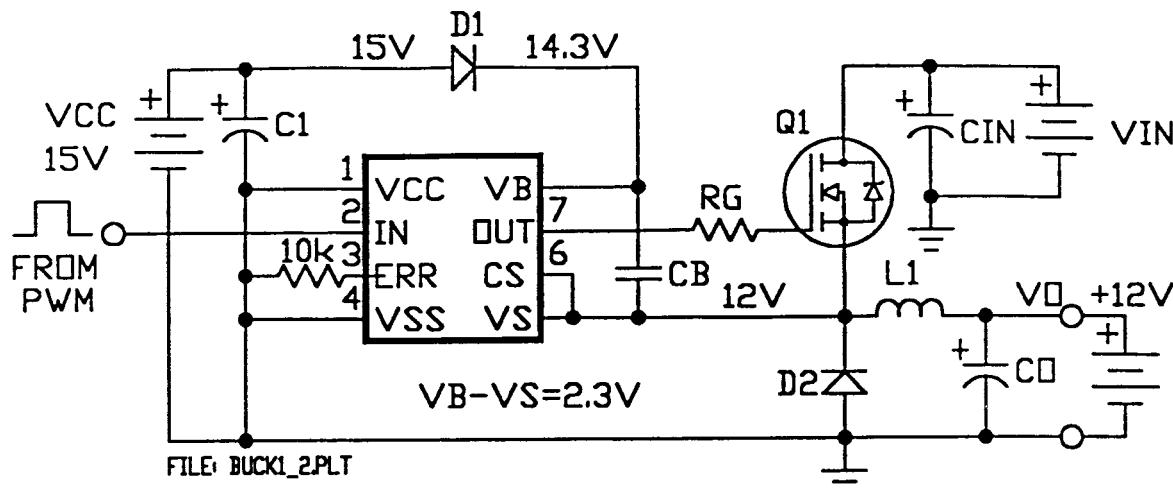

図2 充電器回路で、出力から VS に + 12V が現れ、スタートアップの CB 間の電圧が下がり、IR21XX の低電圧保護が回路の動作を制御する。
- 電池充電器でのスタートアップ (図2)
- ストップ / 再スタート (図2)